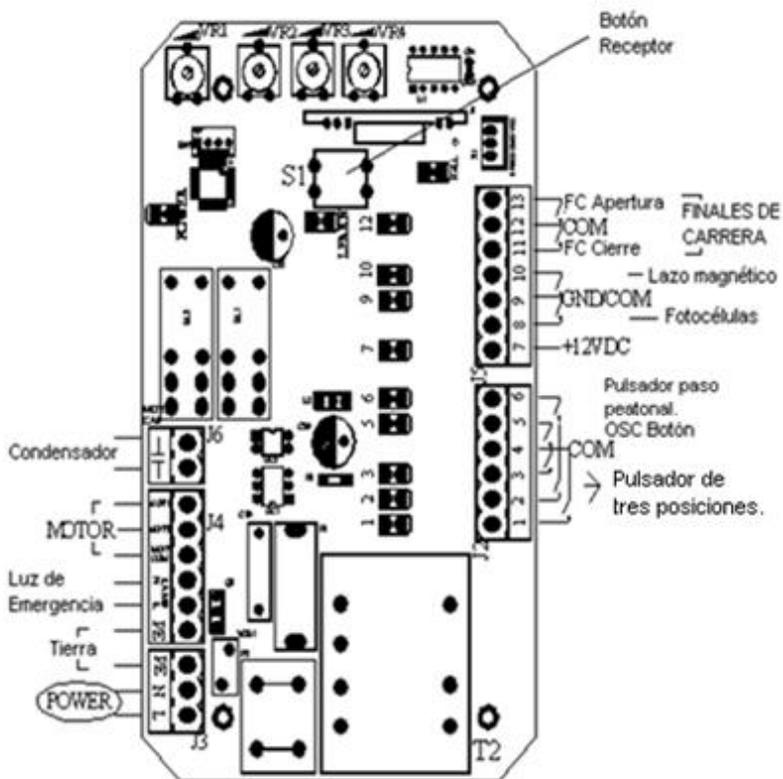

Fig.8
a. Adjust the Adjustable resistance (see Fig.8)
- Adding extra remote controls (Learn): Abra la tapa del cuadro de maniobras, presione el botón grande negro serigrafiado como 'S1' (Fig.8) más de 2 segundos, después se encenderá el 'LED de LEARN' (Fig.8), luego presione el botón del emisor que quiera programar, el 'LED' se apagará y vuelva a presionar el botón de mando que ya programó y el LED parpadeará.